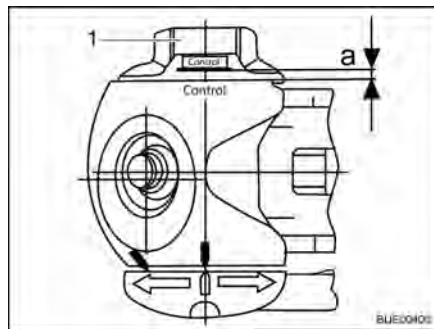

Fig. 196 Control de desgaste
- Girar la ruedecilla (Fig. 196,1) hasta comprobar que la limitación de par emita un sonido audible. Dirección de giro: En sentido de las agujas del reloj.
- Distancia $a > 0$ (Fig. 196): Desgaste dentro del margen permitido.